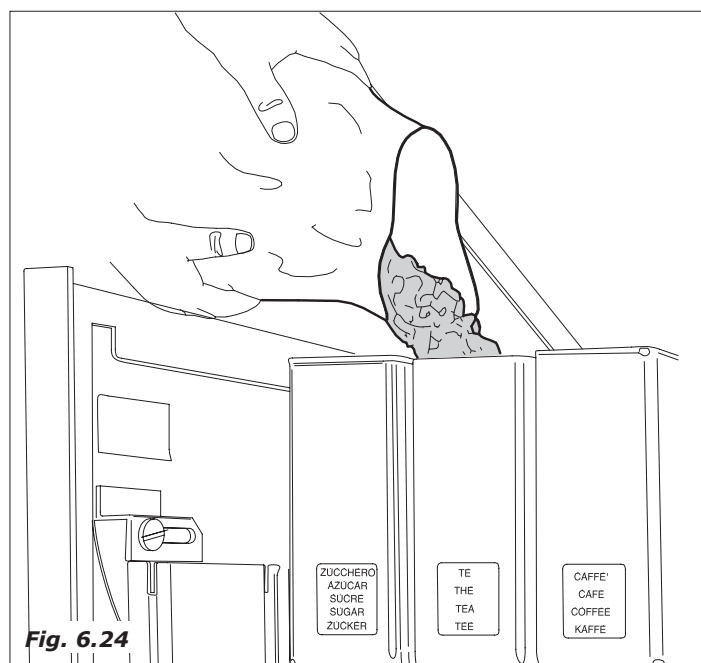

Fig. 6.24
- Sollevare i coperchi di ciascun contenitore ed inserirvi il prodotto secondo quanto riportato dalla targhetta stessa (Fig. 6.24 - 6.25).